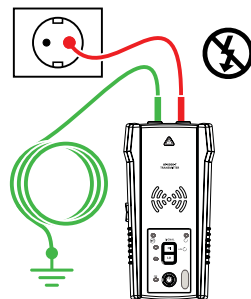

Figura 3.1b
Per i circuiti privi di tensione, invece di utilizzare un cavo neutro separato, è possibile collegare il puntale verde a una messa a terra separata (struttura metallica con messa a terra dell'edificio, tubo dell'acqua di metallo o cavo di terra/messa a terra di protezione (PE)) su un circuito separato. **ATTENZIONE:** Per motivi di sicurezza questo è consentito solo in circuiti privi di tensione. (Vedi figura 3.1b) Non utilizzare un cavo di messa a terra parallelo al cavo che si intende rilevare, perché ridurrà o annullerà il segnale di rilevamento. **NOTA:** se il circuito è sotto tensione, il salvavita (RCD) salta.